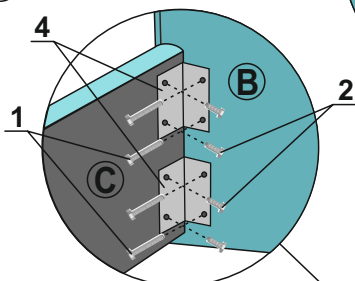

рис.2
2. Крепление царг (боковой и изножья) к изголовьям (см. рис.2, 3, 4)